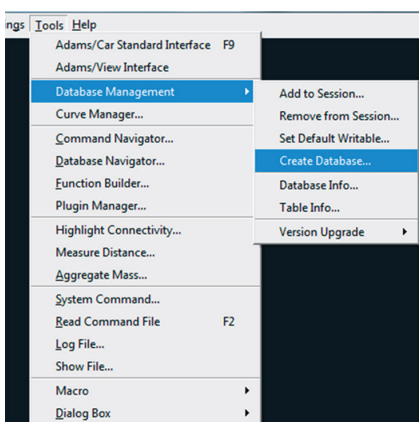

Figura 4.3 – Etapa 3.
- Em seguida, clique em *Create Database*. A Figura 4.3 ilustra a Etapa 3.